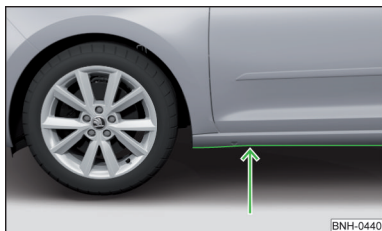

Fig. 189
- Determine la profundidad del agua antes de un vadeo. El nivel del agua debe llegar como máximo al borde inferior del larguero inferior » fig. 189.